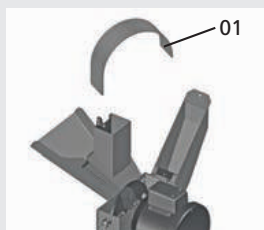
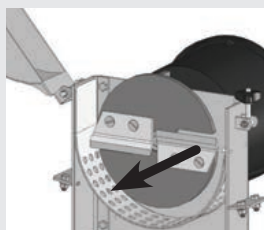

Fig.04
Fig.05
Inicie a colocação da peneira pelo lado curvado (1), [Fig. 04]. Abra a tampa e coloque as peneiras de forma que a curvatura da peneira se apóie completamente nas guias internas ao corpo da máquina [Fig. 05].